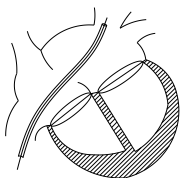

Figura 5. Ilustração da colocação da bainha dentro do coração
- Irrigue o dilatador e a bainha com soro fisiológico e, em seguida, introduza o dilatador na bainha e aperte a porca da pinça para garantir que o dilatador fica bem preso à bainha. Avance a bainha com o dilatador sobre o fio-guia de troca, através do defeito septal, para dentro da veia pulmonar superior esquerda. Retire o fio-guia de troca e o dilatador (ver Figura 5).